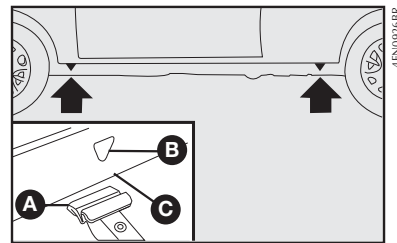

fig. 4
3) colocar o macaco onde está marcado o símbolo ▼ **B-fig. 4**, perto da roda a substituir, e certificar-se de que a ranhura **A** do macaco esteja bem encaixada na longarina **C**.